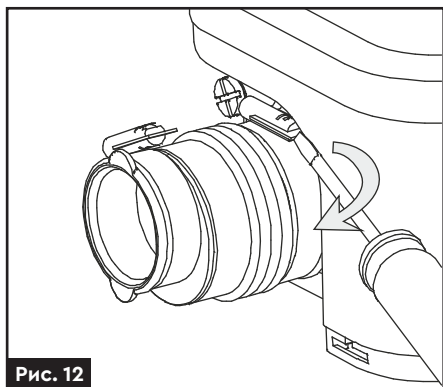

Рис. 12
4. Надягніть гнучкий перехідник та закріпіть його за допомогою хомути (рис. 12).